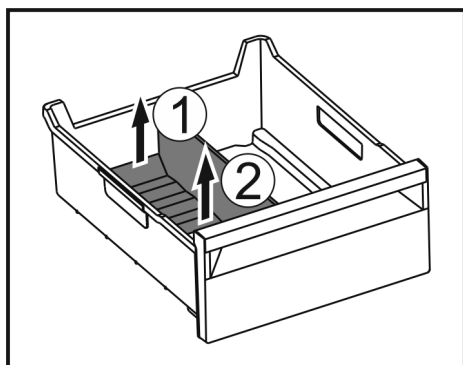

Fig. 159
- 提升冰格分隔器后部。 Fig. 159 (1)
- 向上取出冰格分隔器。 Fig. 159 (2)